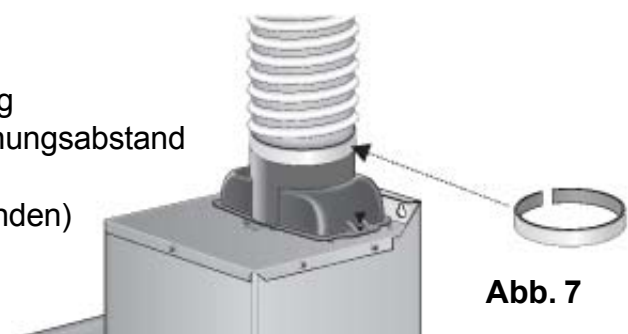

Abb. 7
- Verwenden Sie ein möglichst flexibles Rohr $\varnothing 125/150$ mm und befestigen Sie es mit einer Schlauchschelle am Reduzierstück (Abb.7).